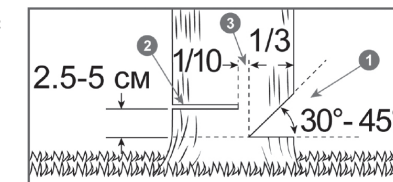

Рис. 15 Расположение запила, пропила и недопила
6. Начните пилить с той стороны дерева, куда оно должно упасть (Рис. 15). Сделайте запил 1 с той стороны, куда должно упасть дерево, глубиной примерно 1/3 диаметра ствола и под углом от 30 до 45 градусов (Рис. 15). Линия
7. Сделайте основной валочный пропил 2 с противоположной стороны, выше основания запила на 2,5-5 см. Между основным пропилом и запилом должен оставаться недопил 3 примерно 1/10 диаметра ствола. Вставьте своевременно клин в пропил. Недопил 3 действует как шарнир и позволяет контролировать падение дерева (Рис. 15).
**ПРЕДУПРЕЖДЕНИЕ!** Ни в коем случае не допиливать до конца недопил 3 (Рис. 15), так как вы не сможете контролировать направление падения дерева. Когда дерево начинает падать, заглушите двигатель бензопилы, положите ее на землю и быстро отойдите по пути отхода.